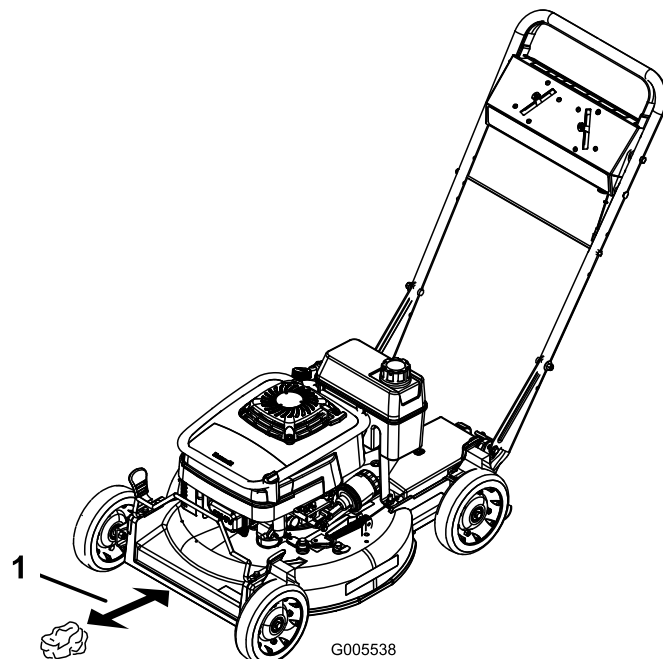

Figura 14
4. Mueva el control de velocidad sobre el terreno a la posición de Punto muerto (N).
5. Tome media página de periódico y haga una bola con ella que sea lo suficientemente pequeña como para pasar por debajo de la plataforma (unas 75 mm de diámetro), según muestra Figura 14.
6. Coloque la bola de papel de periódico a unas 13 cm por delante del cortacésped (Figura 14).
- A. Coloque la bola de papel de periódico a unas 13 cm por delante del cortacésped (Figura 14).